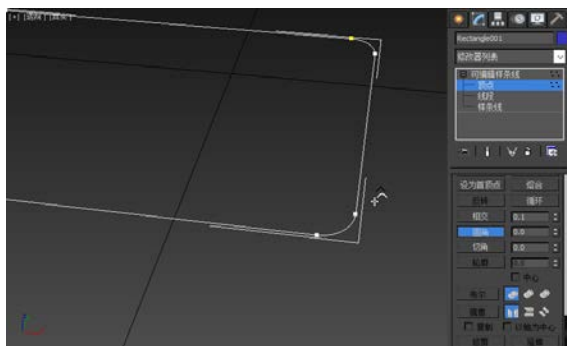

图 3-2-3 进行圆角操作
STEP 03 使用【几何体】卷展栏中的【圆角】命令，分别对 4 个顶点进行圆角操作，如图 3-2-3 所示。